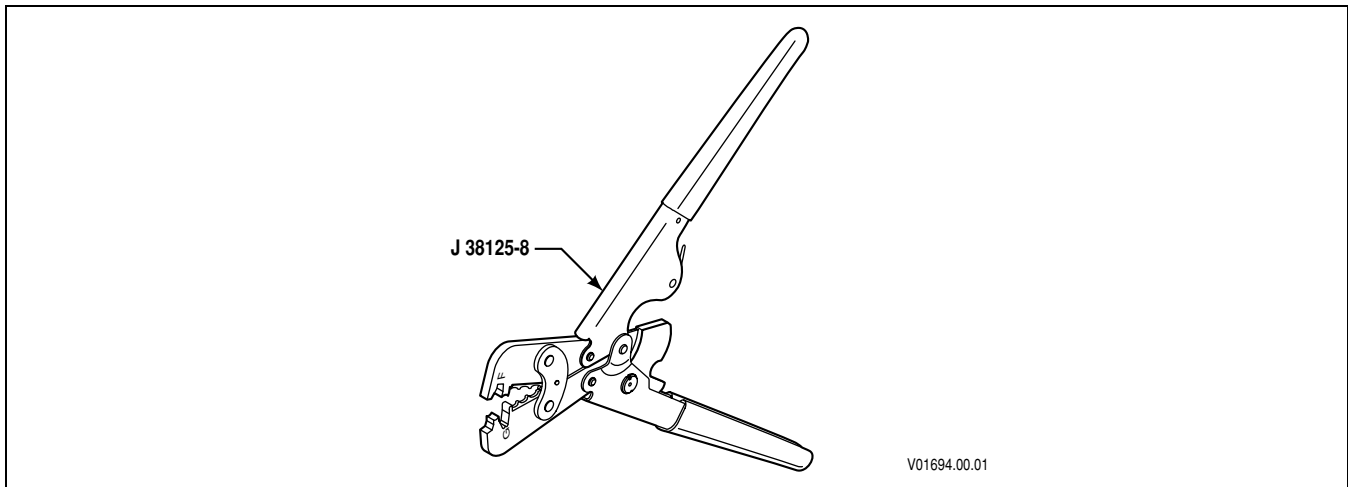

Figura E-10. Engarzadora J 38125-8
- Herramienta de engarce para engarzar el aislado previamente J38125-8 (consulte la Figura E-10)